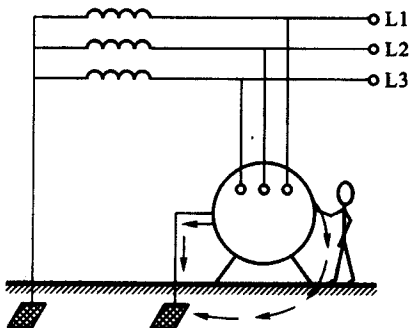

图 1-4 保护接地
① 预防触电的措施。
② 保护接地:是将电气设备的金属外壳通过导线与接地体做良好的连接,如图 1-4 所示。